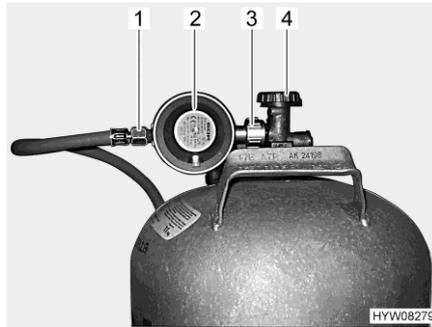

Fig. 27 Raccordo bombola del gas
- Chiudere la valvola principale di arresto (Fig. 27,4) della bombola del gas. Osservare la direzione della freccia.
- Tenere fermo il regolatore di pressione del gas (Fig. 27,2) e aprire il dado zigrinato (Fig. 27,3) (generalmente filettatura sinistra).
- Rimuovere il regolatore di pressione del gas con il tubo del gas (Fig. 27,1).
- Collocare il regolatore di pressione del gas (Fig. 27,2) con il tubo del gas (Fig. 27,1) sulla bombola del gas e serrare il dado zigrinato (Fig. 27,3) (generalmente filettatura sinistra). **Non** tirare con molta forza.